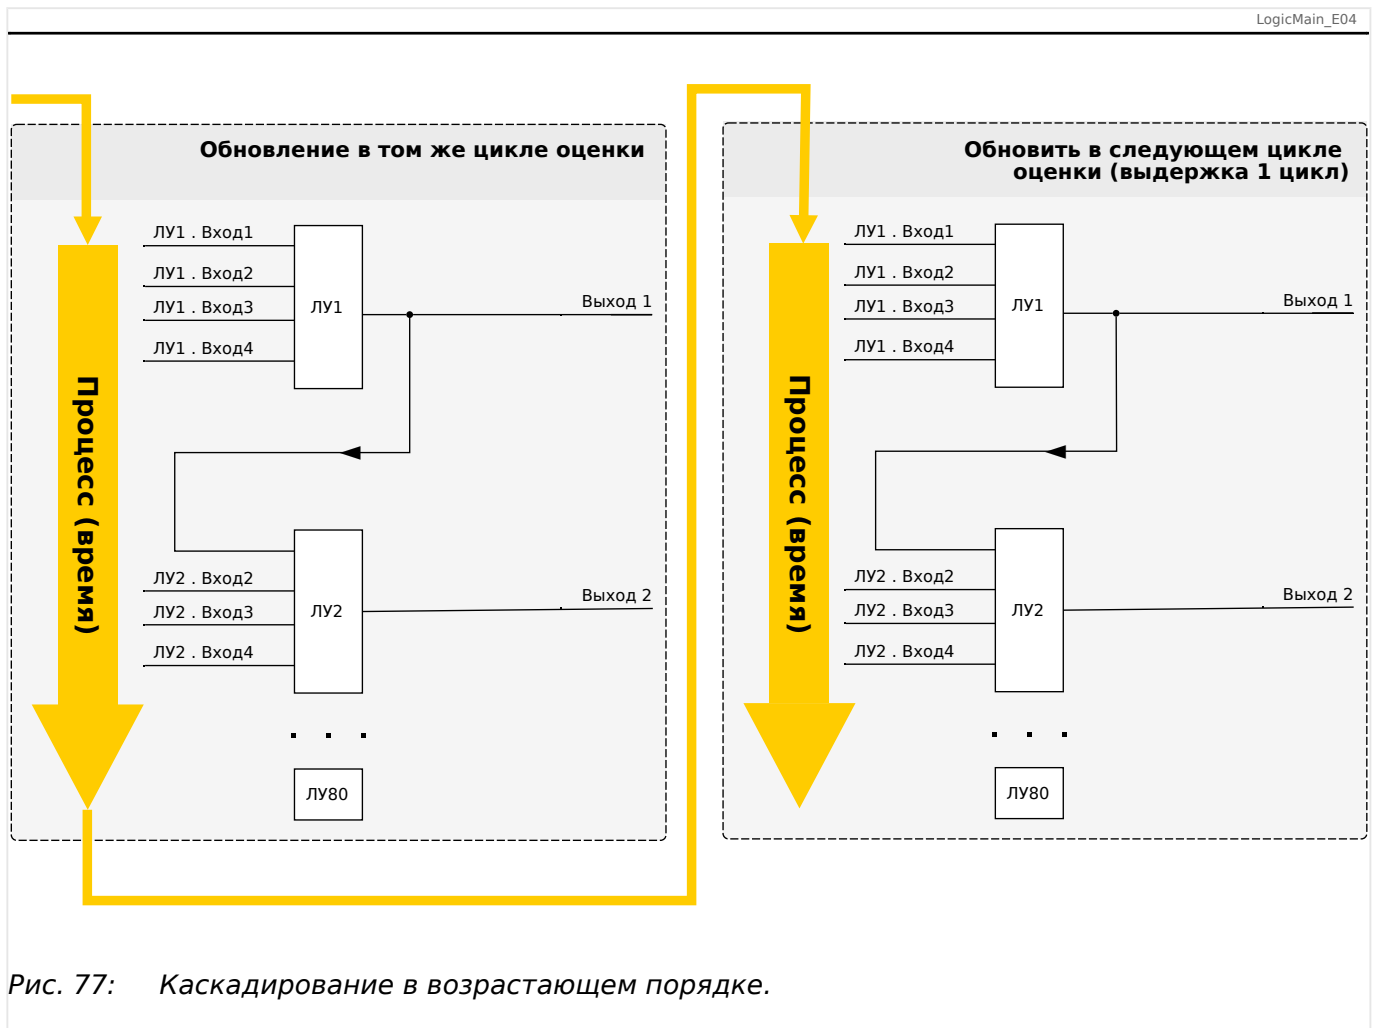
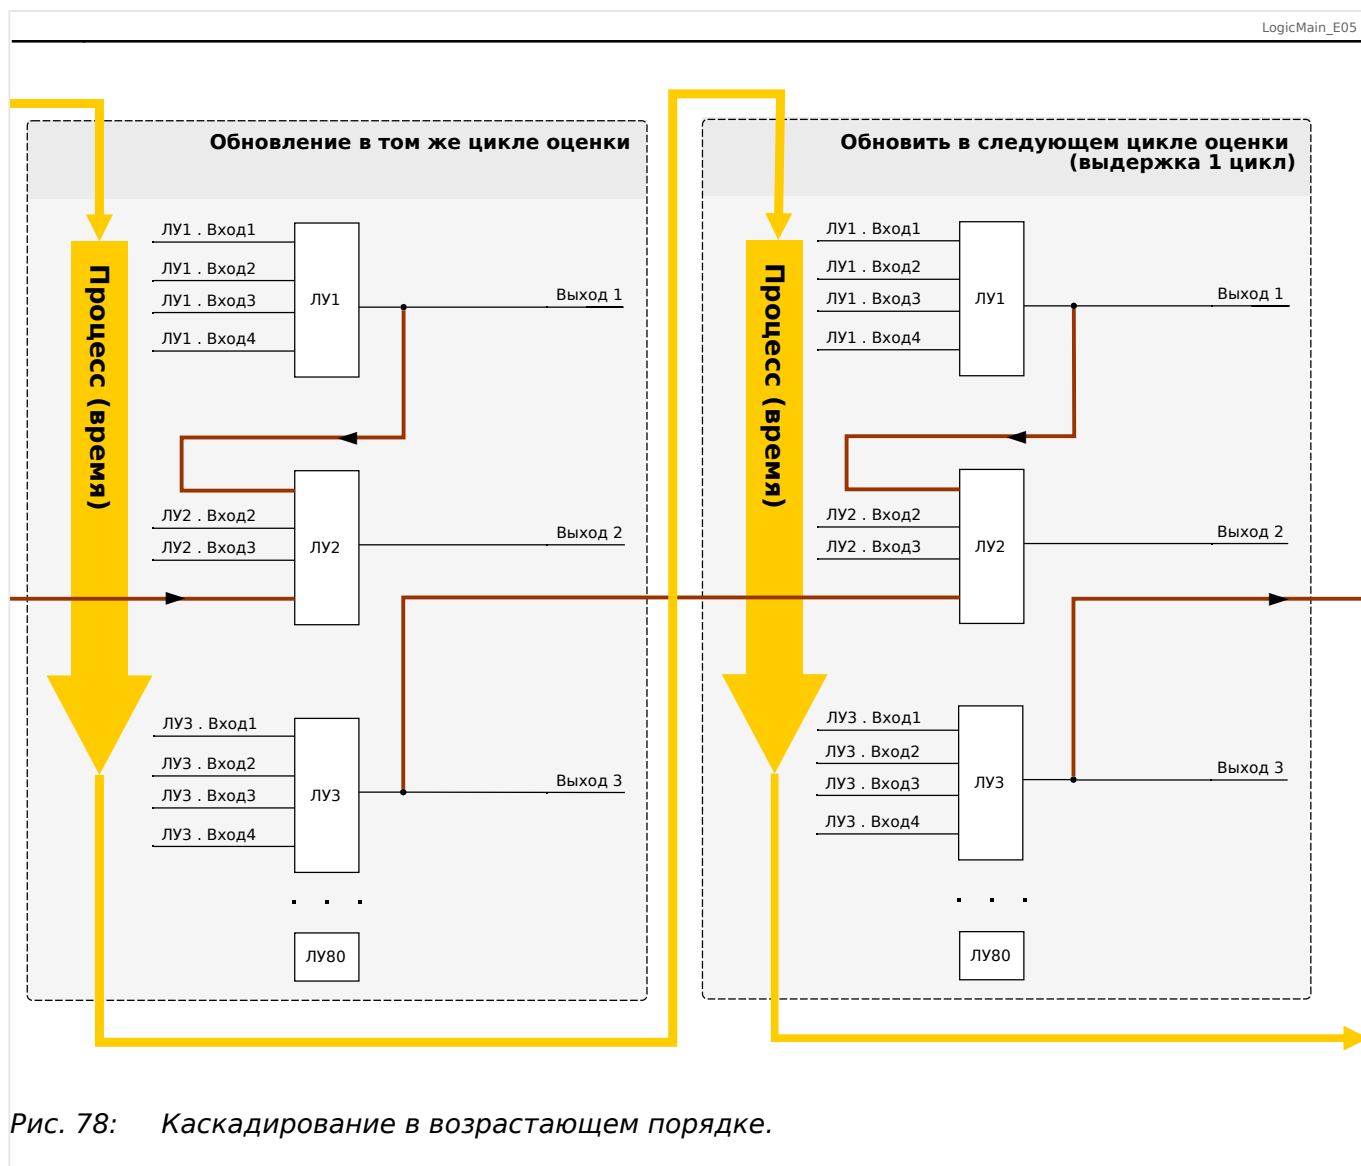

Рис. 77: Каскадирование в возрастающем порядке.
Рис. 78: Каскадирование в возрастающем порядке.
- **Возрастающий** порядок означает, что некий выходной сигнал поступает на вход одного из логических уравнений с **более высоким** номером. На приведенном ниже графике  **Рис. 77** приводится пример, когда результат логического уравнения ЛУ1 используется в качестве входного сигнала для логического уравнения ЛУ2.
- **Нисходящая** последовательность означает, что некий выходной сигнал поступает на вход одного из логических уравнений с **меньшим** номером. На графике  **Рис. 78** приводится пример, когда результат логического уравнения ЛУ3 используется в качестве входного сигнала для логического уравнения ЛУ2.
И возрастающий, и убывающий порядки можно не только использовать, но и комбинировать, при этом разница будет заметна не сразу. Однако, как показано в разделах  **Рис. 77** и  **Рис. 78** ниже, благодаря определению состояний всех уравнений в возрастающем порядке фактические рабочие значения, поступающие на вход любого из них, будут иной степени зрелости.
В представленном выше примере  Рис. 78 для «логического уравнения 2» используются состояния выходов двух других уравнений — «логического уравнения 1» и «логического уравнения 3». Результат «логического уравнения 1» используется в возрастающем порядке и, следовательно, определен в ходе того же рабочего цикла. Результат «логического уравнения 3» используется в убывающем порядке и, следовательно, определен в ходе предыдущего рабочего цикла.